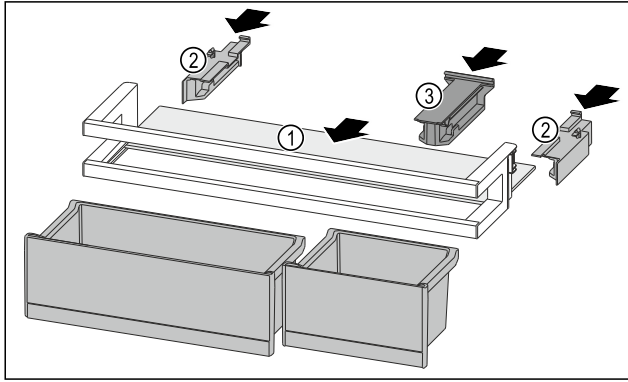

Fig. 225
- ▶ 将搁板 Fig. 225 (1) 推入侧面凹槽。
- ▶ 插入侧面部分 Fig. 225 (2)。
- ▶ 插入定位件 Fig. 225 (3)。